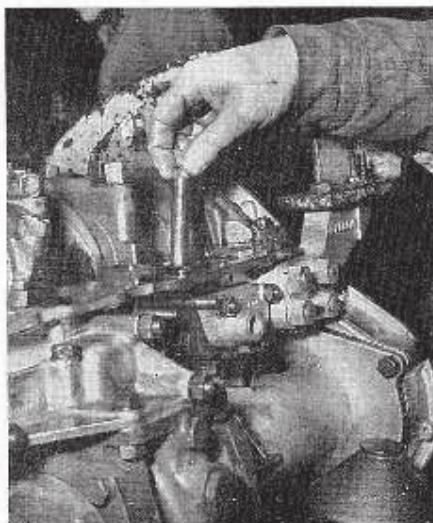

Fig. 19. — Mise en place de l'arbre intermédiaire de commande de pompe à huile.
• Remonter la pompe à huile, sans oublier de mettre en place l'arbre intermédiaire de commande (voir fig. 19).